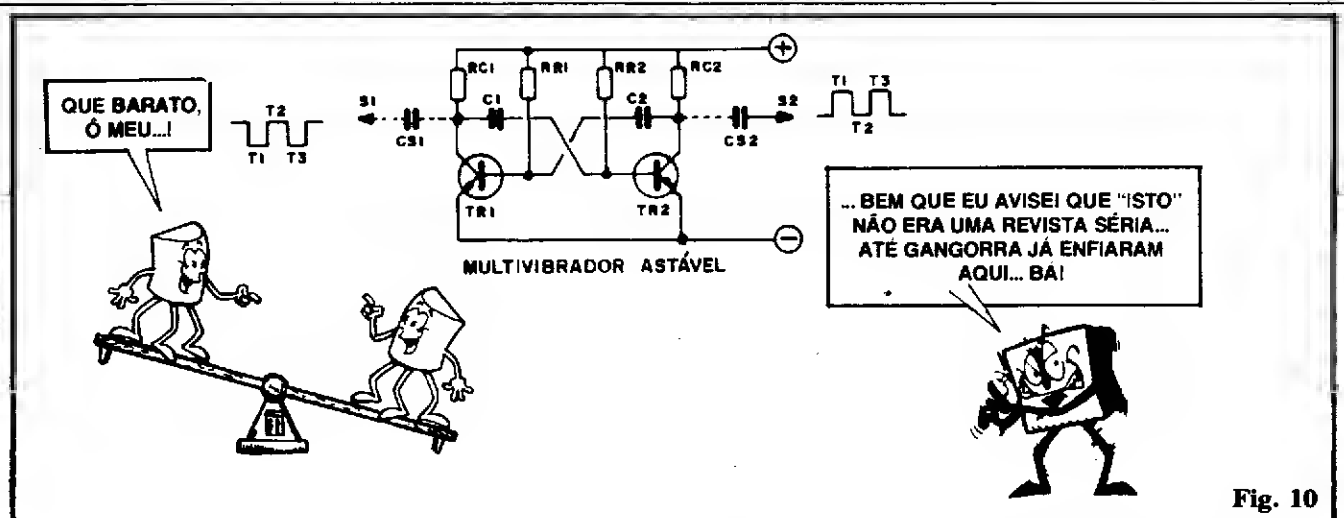

Fig. 10
- **FIG. 10 - MULTIVIBRADOR ASTÁVEL** - Fazer um circuito oscilar a partir de um único transistor, embora não seja difícil, é um tanto "trabalhoso"... É como quando o distinto Leitor/Aluno era ainda um garotinho (se não o for... **agora**...) e ia ao **play ground**, brincar naquele balanço individual. Se não havia ninguém para dar o "empurrão", ficava difícil começar a brincadeira, não é...? Só após um certo esforço, alguns impulsos "auto-gerados" e uma boa coordenação muscular, era possível "embalar" o movimento pendular (fisicamente semelhante a uma oscilação eletrônica...). Já quando a brincadeira era "a dois", numa gangorra, a coisa ficava bem mais fácil, não é...? Instantaneamente o balanço começava, pelo impulso alternado promovido pelos dois participan-